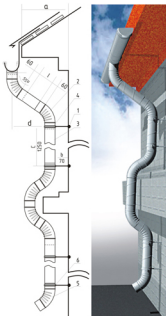

Рис. 6
Для начала монтажа необходимо определить точку крепления верхнего кронштейна, рис. 6 (1), учитывая угол колена 55° и ширину карниза (а).
Примечание: точка крепления верхнего кронштейна должна находиться на уровне стыка колена, рис. 6 (2), с трубой, рис. 6 (3).
1. Закрепить верхний кронштейн для трубы, рис. 6 (4), просверлить отверстие $d=12$ мм и вбить кронштейн в стену.
Примечание: расстояние от кронштейна до стены должно составлять 70 мм, рис. 6 (b).
Примечание: расстояние между кронштейнами, рис. 6 (c), не должно превышать 1250 мм.
4. Определить длину промежуточной части трубы, рис. 6 (1), учитывая расстояние (d), рис. 4 и угол колена 55°
Примечание: определяя длину промежуточной части, сделать притуск 120 мм для соединения трубы с коленами, рис. 6 (1)
8. Установить нижнее колено, рис. 6 (5).
Примечание: стык нижнего колена с трубой должен крепить кронштейн, рис. 6 (6):